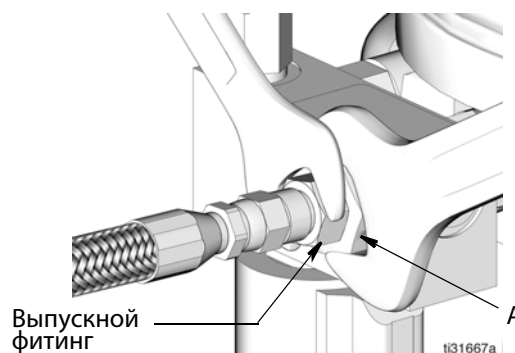

Рис.24
1. Ослабьте выпускной фитинг насоса (Рис.24).